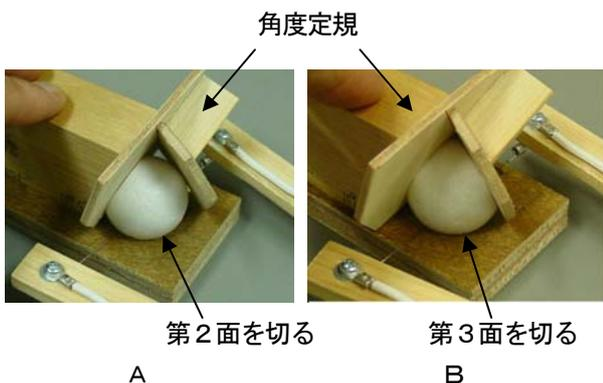

図5 角度定規を用いた切断
② 角度定規を用いて、C原子やO原子の第2面を切る (図5 A)。さらに、C原子の第3面 (図5 B) 及び第4面を切る。